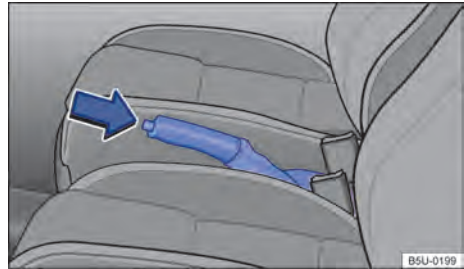

Fig. 90 Entre os bancos dianteiros: alavanca do freio de estacionamento.
- Puxar a alavanca do freio de estacionamento para cima com o botão bloqueador pressionado → Fig. 90 (seta).
- O freio de estacionamento está puxado quando, com a ignição ligada, a luz de controle (P) no instrumento combinado está acesa → Página 105.
- Puxar a alavanca do freio de estacionamento um pouco para cima e pressionar o botão bloqueador → Fig. 90 (seta).